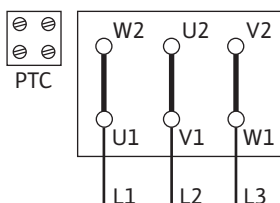

Fig. 12: Couplage Δ
- L'alimentation réseau dépend de la puissance moteur P2, de la tension d'alimentation et du type de branchement. Consulter le tableau suivant ainsi que les Fig. 12 et 13 pour connaître le couplage requis des ponts de liaison dans la boîte à bornes.